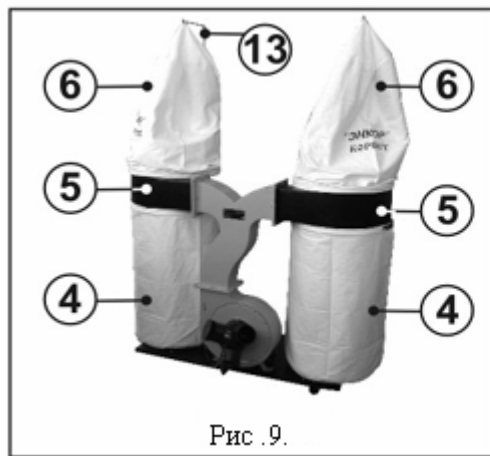

Рис. 9.
- 8.8. Наденьте фильтрующий мешок (6) на корпус фильтра (5) (левый и правый), укрепите лямку мешка на вертикальной стойке (13), затем затяните хомут (14). Наденьте мешок пылесборника (4) на корпус фильтра (5) (левый и правый) и затяните хомут (14), Рис.9, 10.